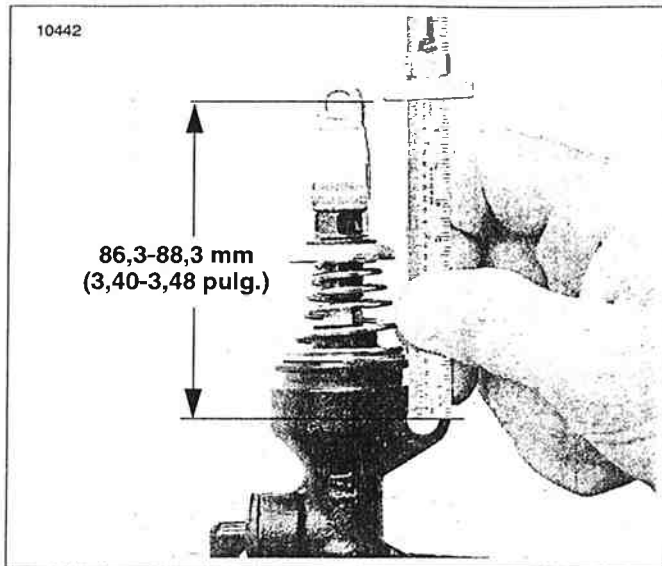

Figura 2-89. Ajuste del largo de la varilla de empuje
13. Vea la Figura 2-89. Mida la distancia desde la línea del centro del agujero del pasador de horquilla en el yugo a la línea del centro del saliente de montaje de la bomba de frenos más cercano al yugo. Esta distancia debe ser 86,3-88,3 mm (3,40-3,48 pulg.). Gire el yugo en la varilla de empuje en un sentido u otro hasta obtener esta distancia.